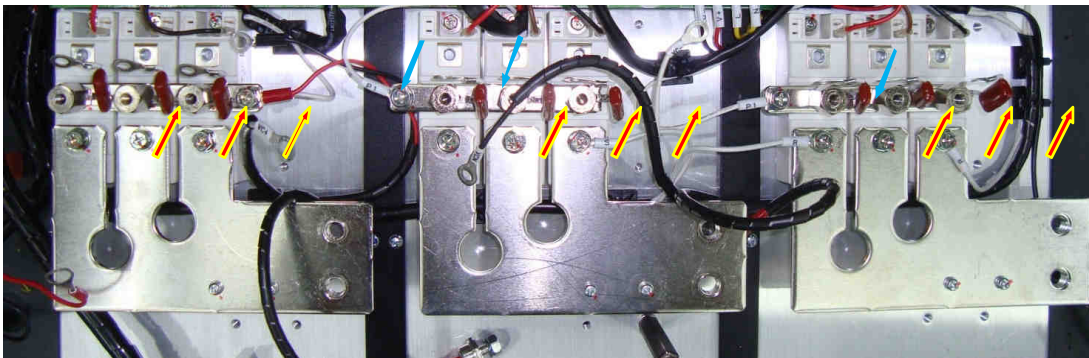

Рис. 7.8.
7.3.6. Установить шины «+» и балластные конденсаторы на выводы «2» диодно-тиристорных модулей. Закрепить шины и конденсаторы шестигранными стойками М6/22 (рис.7.8. стрелки красного цвета). Прикрутить винтами к шинам «+» провода «P1» жгутов управления тиристорами и красный провод контроля напряжения шины постоянного тока (рис. 7.8. стрелки синего цвета).